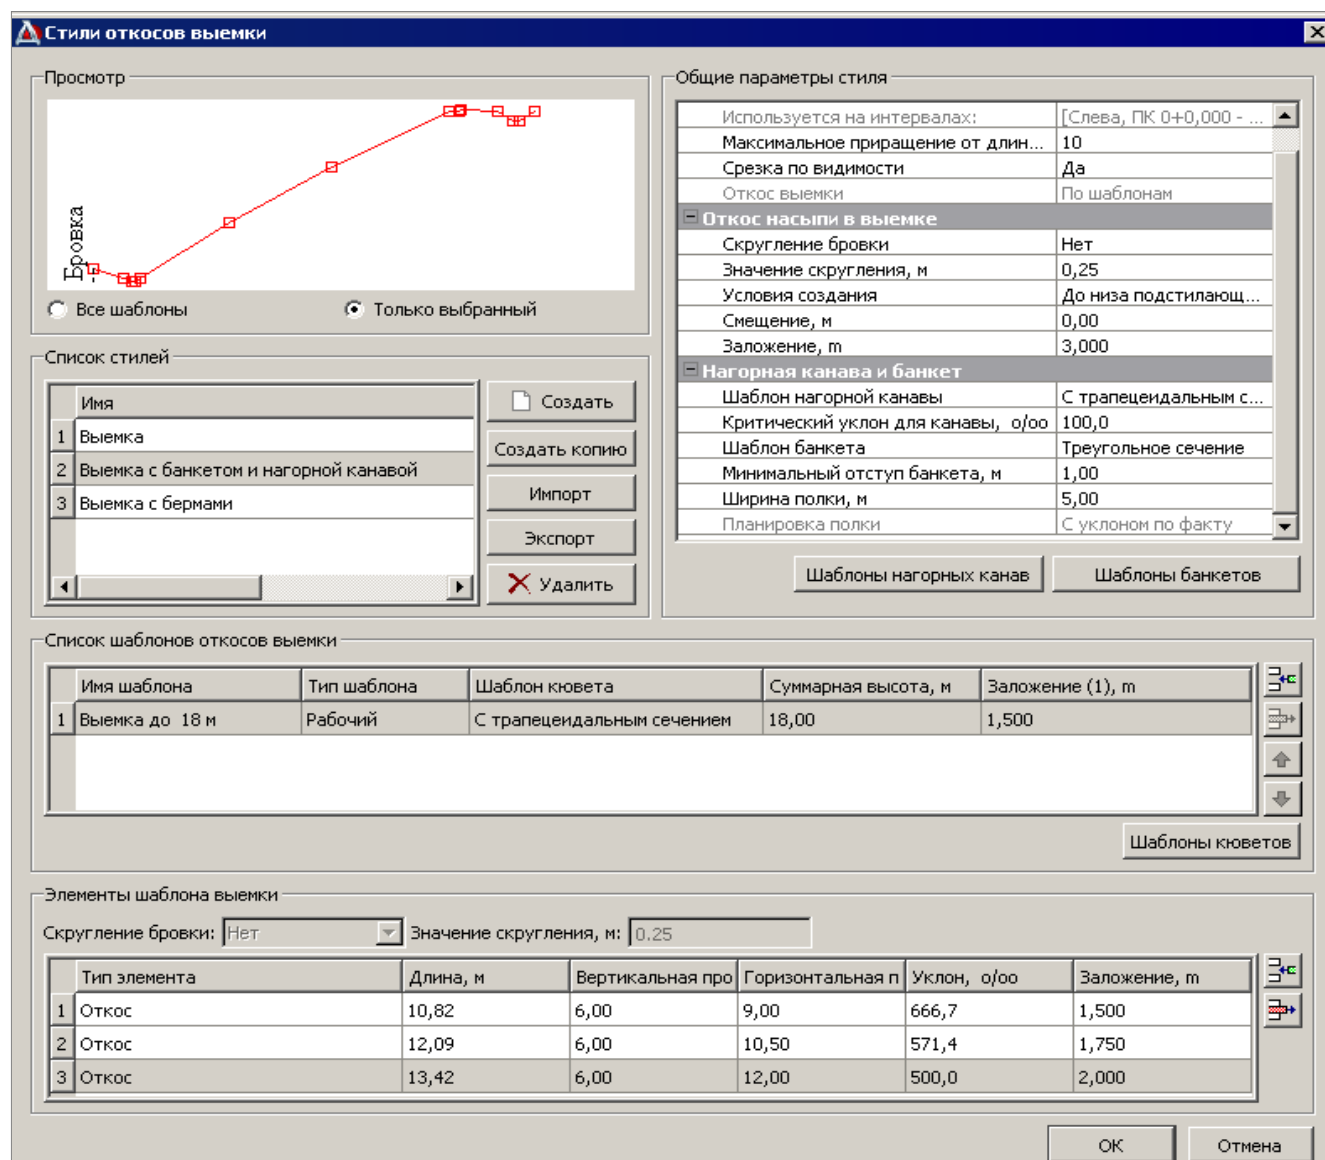
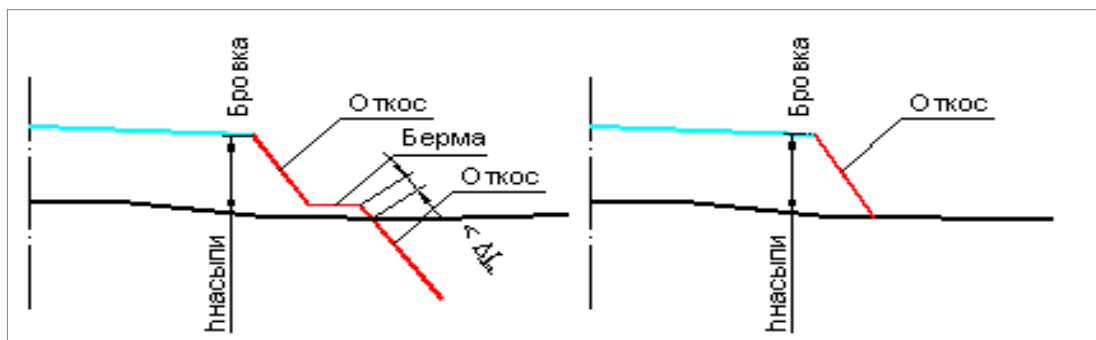

Рис. 20. Диалог Стили откосов выемки
Рис. 23. Удаление элемента малой длины ($< \Delta L$)
Параметры стилей будем изучать на примере диалоговых окон **Стили откосов насыпи** и **Стили откосов выемки** (рис. 20), которые доступны в окне профиля при работе с конкретной маской.
Управление стилями (создание, удаление и обмен) осуществляется в группе **Список стилей** (рис. 20). Для сохранения стиля в качестве разделяемых ресурсов служит кнопка **Экспорт**. При этом задается имя и код сохраняемого стиля. Чтобы добавить в список стилей, которые могут применяться на данной дороге, стиль, сохраненный как РР, используется кнопка **Импорт**.
Напомним, что стиль должен содержать, как минимум, один шаблон откоса, но их может быть любое количество. Управление шаблонами осуществляется в группе **Список шаблонов откосов насыпи/выемки** (рис. 20).
Конфигурация созданных шаблонов отображается в окне **Просмотр** диалога стилей (рис. 20). Предусмотрена настройка просмотра всех шаблонов стиля или только выбранного шаблона.
- Число, введенное в поле (на рис. 20 – это **10%**), определяет минимально допустимую длину элемента шаблона типа *Откос*. Это значит, что если при пересечении с черным профилем длина элемента получилась меньше допустимой, то такой элемент не создается, а удлиняется предыдущий элемент этого шаблона по типу *Откос* (рис. 23).
Параметры диалогового окна **Стили откосов выемки** (рис. 20) в основном описаны выше.